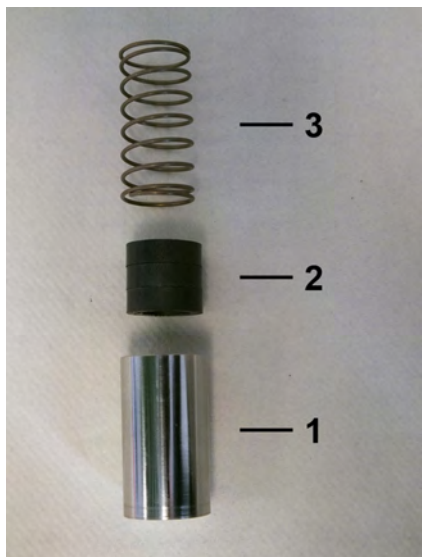

Abb. 56: Innenteile
- 6.** → Feder (Abb. 56/3) mit Magneten (Abb. 56/2) in den Schwebekörper (Abb. 56/1) einführen, dabei die Magnetpolung beachten (Nordpol in Richtung Geräteausgang)